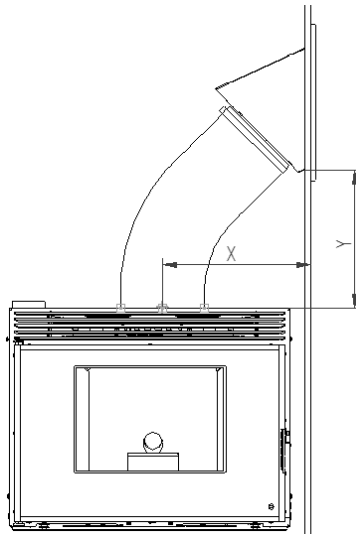

Figura 16 – Instalação equipamento
- A localização da boca de carga tem que manter uma relação tal que $Y = X \times 0,7$ (Figura 16). Exemplo: $X = 450 \text{ mm}$ $Y = 450 \times 0,7 = 315 \text{ mm}$ (mínimo). Desta forma podemos garantir que a inclinação é suficiente para que o *pellets* não fiquem presos no tubo que liga a boca de carga, com a parte superior do chassi do inserível. A boca de carga pode ser instalada em qualquer uma das paredes que formam o saco onde se instala o equipamento, tanto à direita ou à esquerda, como na parte frontal ou traseira, se a distribuição da habitação da casa o permite. No entanto, é sempre necessário respeitar as distâncias mínimas $X = 390 \text{ milímetros}$, $Y = 275 \text{ mm}$.